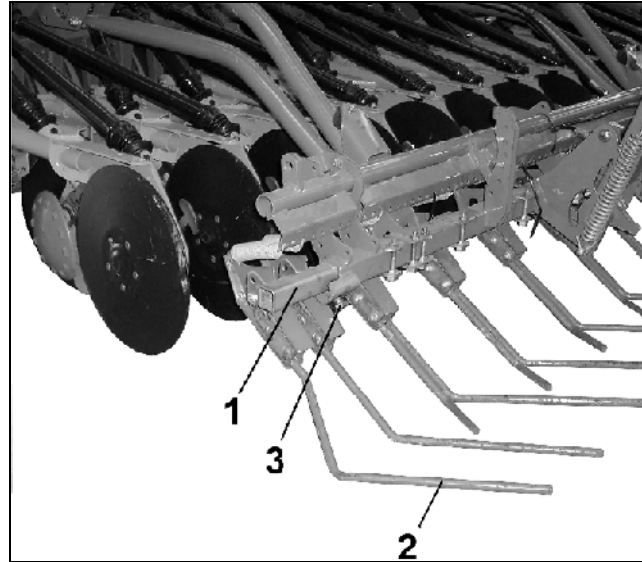

Fig. 27
Der Exaktstriegel (Fig. 27) bedeckt das in den Säfurchen abgelegte Saatgut gleichmäßig mit loser Erde und ebnet den Erdboden ein.
- Die Außenstriegel (Fig. 27/2) sind so einzustellen, dass der Boden zurückgeführt wird und ein spurfreies Saatbett entsteht.
- Je höher die Fahrgeschwindigkeit, um so weiter muss das Quadratrohr (Fig. 27/1) nach außen geschoben werden.
- Die Quadratrohre mit den Außenstriegeln sind nach jeder Einstellung mit Klemmschrauben (Fig. 27/3) zu sichern.